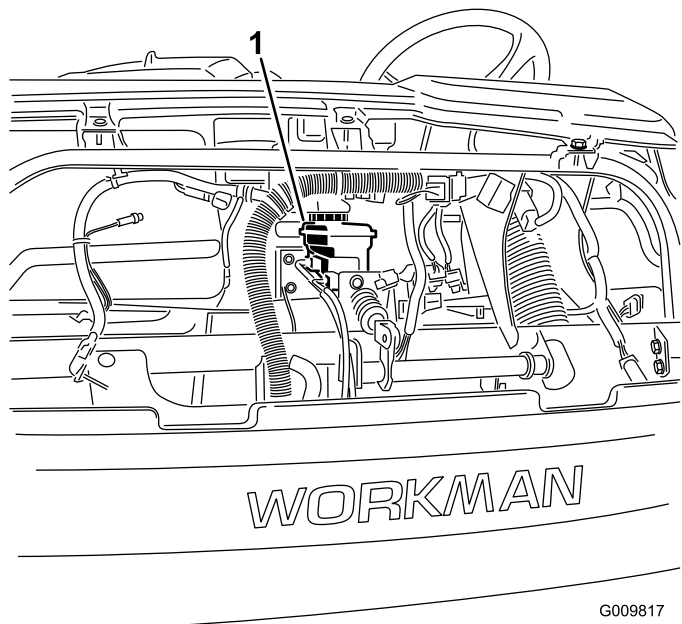

Figura 54
4. Sollevate il cofano per avere accesso al cilindro del freno principale e al serbatoio (Figura 54).